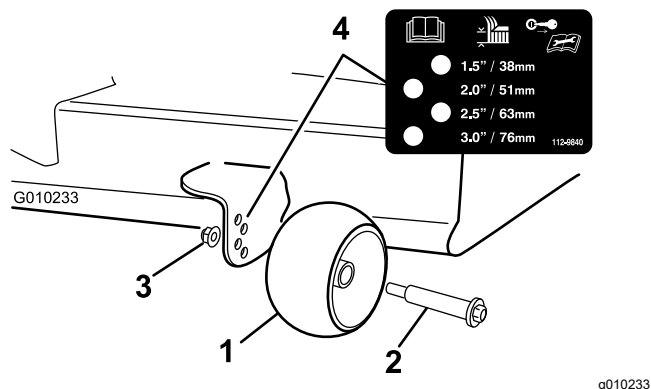

Figura 25
3. Ajuste los rodillos protectores del césped (Figura 25) a la posición de altura de corte más próxima.